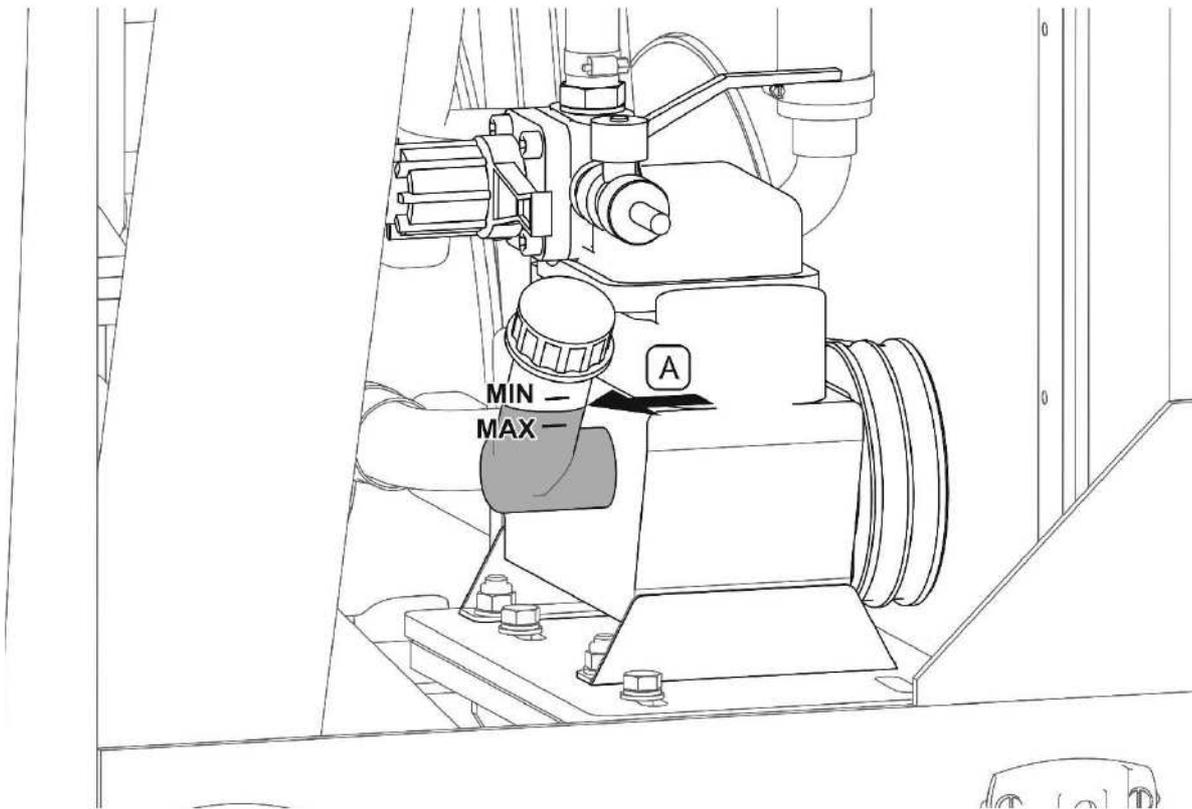

FIGURE 5.23 Le réservoir de l'huile de la pompe à l'eau
Périodiquement, il convient de contrôler le niveau de l'huile de la pompe à l'eau. Le niveau de l'huile de la machine en fonctionnement (A) dans la pompe à l'eau doit être compris entre le symbole « min » et « max » indiqué sur la goulotte de remplissage (FIGURE 5.23).